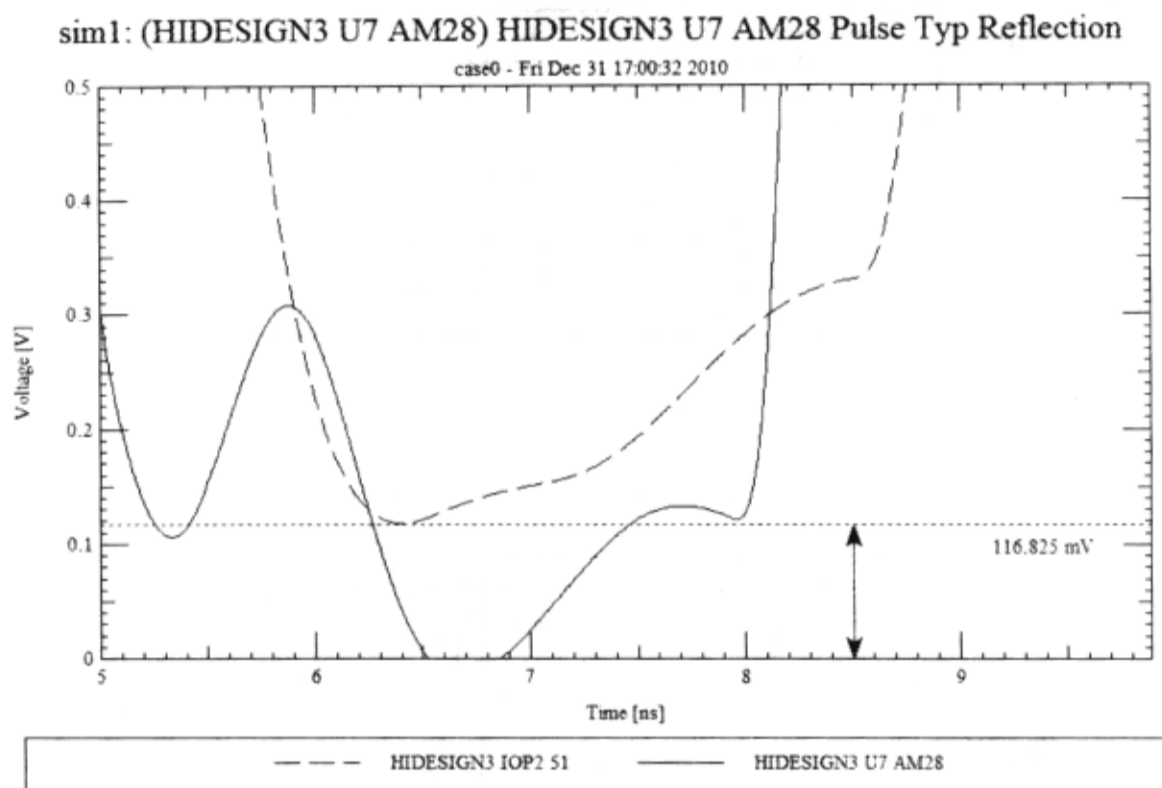

图 3-8-62 测量下冲
② 选择“SigWave”窗口左侧列表框中“Diff Horizontal Marker”标志符号→单击鼠标右键→从弹出菜单中选择“Location”→弹出“Edit Location”对话框。
③ “Y Primary”栏输入“0.1V”→单击“OK”按钮，关闭“Edit Location”对话框。Overshoot low 参考电压为0V，已经设置“Y secondary”值为0V。
④ 单击并按住鼠标左键→将蓝色的“Differential Horizontal Marker”从0.1V移到接收器波形的低峰值电压，如图3-8-62所示。